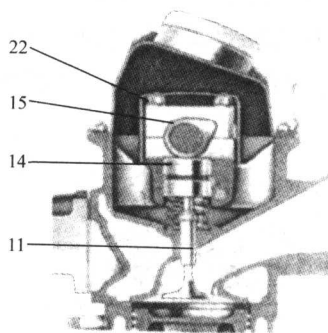

图 1-6 凸轮轴与气门组件
5) 旋松凸轮轴轴承盖 22（图 1-6）的固定螺钉，拆卸凸轮轴轴承座盖，取下凸轮轴和气门挺柱 14。